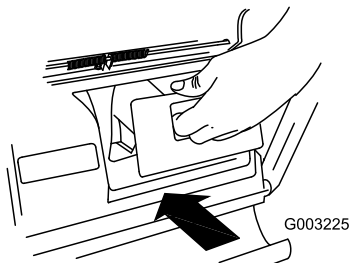

Figure 22
**Important:** Assurez-vous que l'obturateur de l'éjecteur arrière est en place avant de procéder au recyclage (Figure 22).